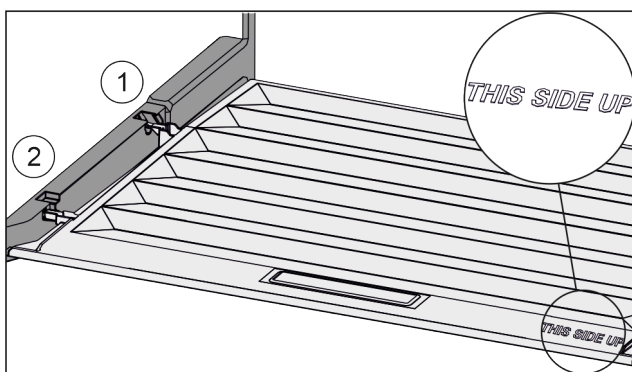

Fig. 84
- ▶ Inserire le nervature del coperchio attraverso l'apertura del supporto posteriore Fig. 84 (1) e innestare anteriormente nel supporto Fig. 84 (2).